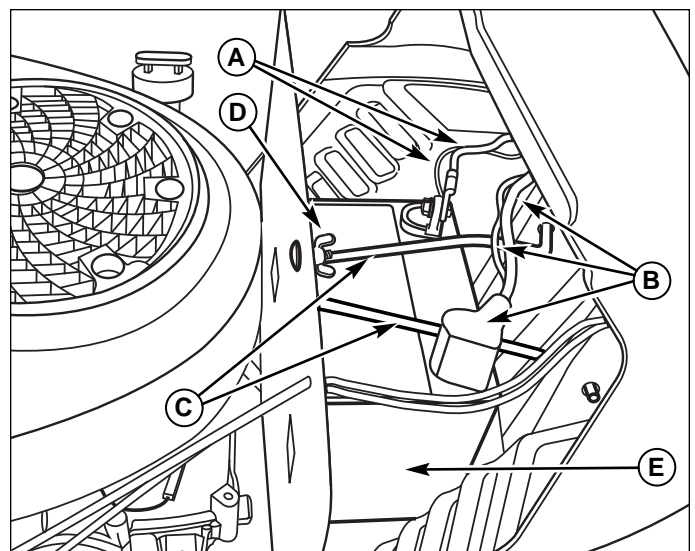

Figure 12. Entretien de la batterie
1. Débrancher les câbles de la batterie, le câbles négatifs en premier (A, Figure 12) puis le cache et les câbles positifs (B).
2. Desserrer l'écrou à ailettes et la rondelle (D).
3. Relever la tige de maintien (C) pour la dégager de la batterie. La bloquer sur la colonne de direction.
4. Déposer la batterie (E).
7. Remettre la batterie (E) en place dans son logement. La fixer avec la tige de maintien (C) et l'écrou à ailettes et la rondelle (D).
8. Rebrancher les câbles de batterie, les câbles positifs et le cache (B) en premier, puis les câbles négatifs (A).